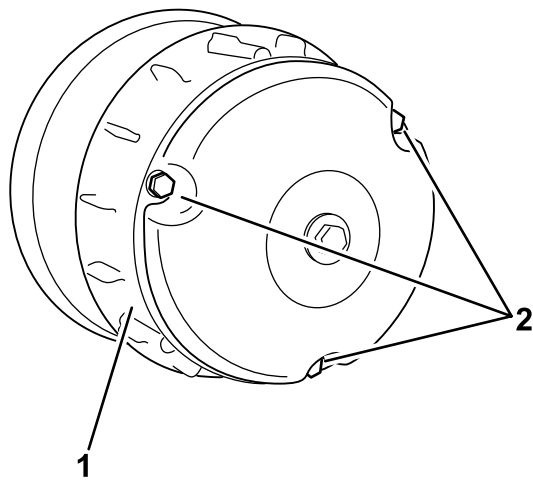

Figure 61
- Retirez les 3 boulons qui fixent le couvercle de l'embrayage et déposez le couvercle (Figure 61).
4. Posez le couvercle d'embrayage et fixez-le avec les 3 boulons (Figure 61) que vous avez retirés à l'opération 2.